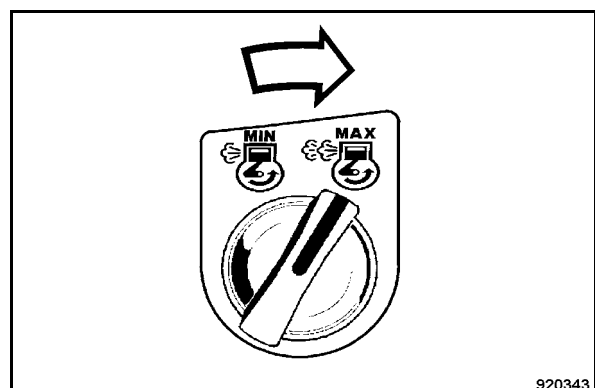

fig. 132
- Tourner la touche rotative pour le régime du moteur vers la droite sur position "MAX" (fig. 132).